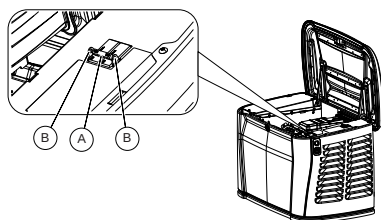

Figure 2-8. Disjoncteur principal de la génératrice
Voir Figure 2-8. Il s'agit d'un disjoncteur de conduite principale (MLCB) tripolaire (sectionneur de génératrice) (A) de caractéristiques appropriées.